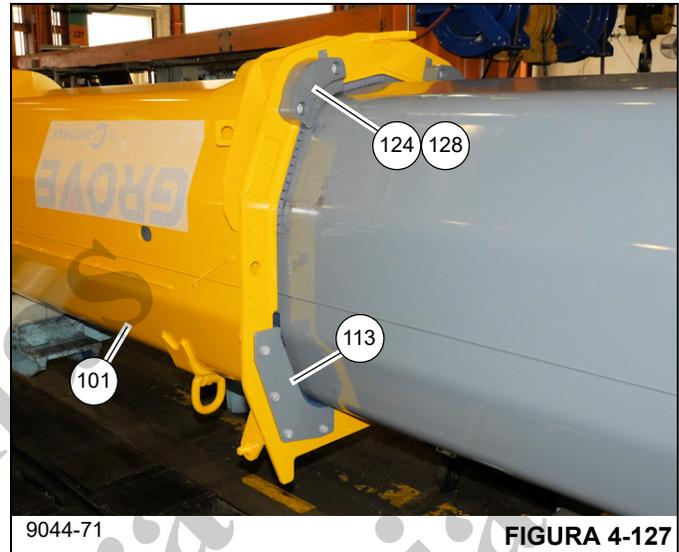

FIGURA 4-127
103. Instale os calços laterais superiores esquerdo e direito (conforme orientado) (128) e os calços de parada (124) na parte dianteira da base (101) usando os parafusos (141). Certifique-se de que a aba do calço esteja voltada para a parte superior da base (101) (consulte a Figura 4-127).
104. Instale as placas dos batentes laterais inferiores esquerda e direita (conforme orientadas) (113) na parte dianteira da base (101) usando os parafusos, arruelas, arruelas de pressão e porcas (130, 124, 125, 136) (consulte a Figura 4-127).